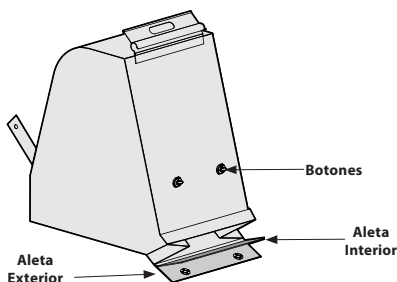

Figura 11
5. Gire los dos botones de la parte posterior de la bolsa para abrirla y vaciar el contenido. Vea la Figura 11. Sostenga la manija y el broche de la bolsa mientras vacía el contenido.
7. Doble la aleta exterior sobre la aleta interior e inserte los botones de la bolsa a través de las salidas metálicas. Vea la Figura 11.